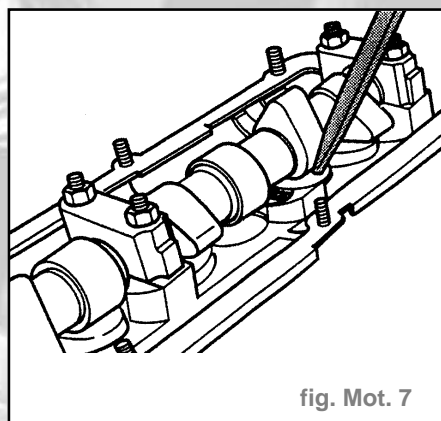

fig. Mot. 7
- Enfoncer le poussoir en coupelle légèrement vers le bas à l'aide d'une cale en bois ou en matière plastique. S'il est possible de faire glisser une jauge d'épaisseur de **0,2 mm** entre l'arbre à cames et le poussoir en coupelle, remplacer le poussoir (fig. Mot. 7).